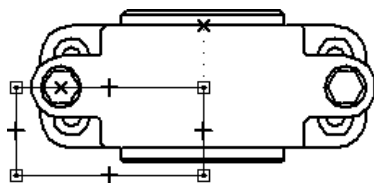

图 5.1.7 绘制局部剖轮廓线 1
(1) 选择 **主页** 选项卡 **图纸视图** 区域中的  **局部剖** 命令，系统弹出“局部剖”命令条。
(2) 在系统 **选择图纸视图以绘制轮廓** 的提示下，在图形区选择俯视图进入局部剖轮廓绘制环境。绘制图 5.1.7 所示的封闭线作为剖切范围，然后单击“关闭局部剖”按钮  返回到前一个环境。